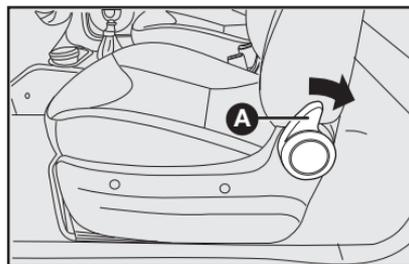

fig. 9
ACCESO A LOS ASIENTOS TRASEROS (para Strada Doble Cabina, acceso a la rueda de repuesto para cabina corta y a objetos (carga) para cabina extendida - fig. 9)
- Gire el dispositivo **A-fig. 9** en el sentido del asiento trasero, el respaldo se desbloqueará, proyectándose hacia adelante.
- El asiento volverá a la posición longitudinal regulada anteriormente, pero el ángulo del respaldo se deberá reajustar a través del dispositivo **A-fig. 9** de pliegue del respaldo.